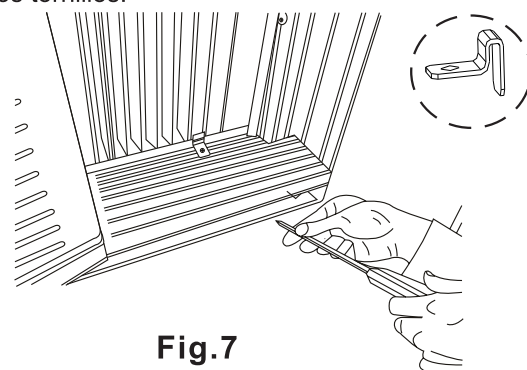

Fig.7
A. Ponga el bloqueo del marco entre la extensión de los marcos y el umbral de la ventana como se muestra (Fig.7). Llave 3/4" (19 mm) o 1/2" (12.7 mm) tornillos de bloqueo a través de la cerradura de marco y en el alféizar.